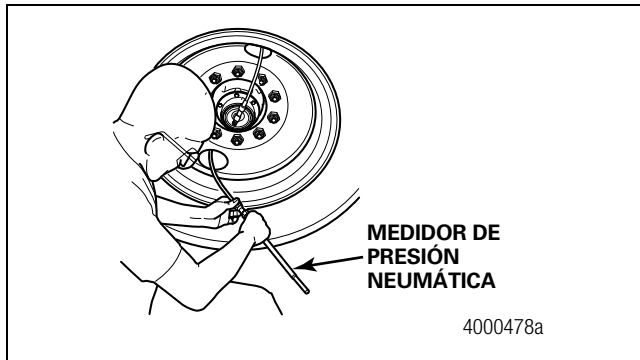
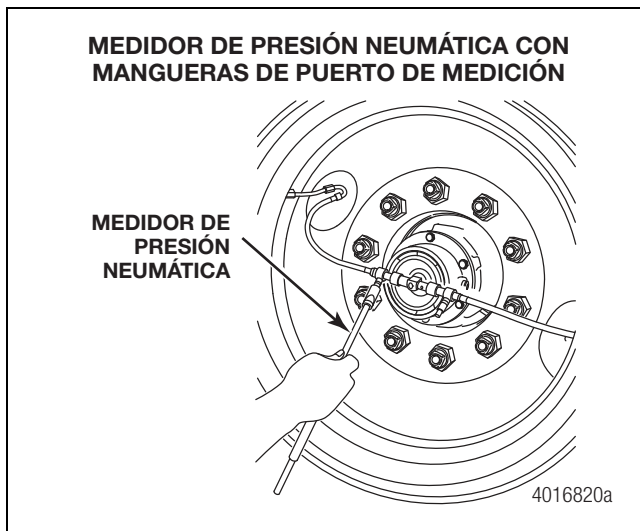

Figura 4.4
Figura 4.5
5. Use un medidor de presión de aire preciso para comprobar la presión de los neumáticos en las mangueras del sistema. Figura 4.4 y Figura 4.5.